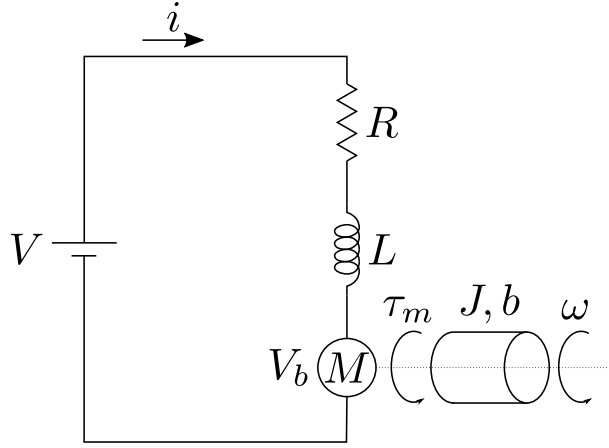

Figura 1: Motor elétrico.
**Questão 1.** Considere um motor elétrico como o apresentado na Figura 1, em que a dinâmica de corrente é rápida o suficiente para ser ignorada, i.e. pode-se considerar  $L \approx 0$ . Deseja-se projetar um servomotor de velocidade para esse motor, i.e. deseja-se controlar a velocidade angular  $\omega$  do motor. Para isso, a lei de controle escolhida foi “*feedforward* + P”, dada por
**Questão 2.** Considere um motor elétrico como o apresentado na Figura 1, em que a dinâmica de corrente é rápida o suficiente para ser ignorada, i.e. pode-se considerar  $L \approx 0$ . Deseja-se projetar um servomotor de posição para esse motor, i.e. deseja-se controlar a posição angular  $\theta$  do motor. Para isso, adota-se um sistema de malhas fechadas aninhadas com as seguintes leis (controlador P+V):